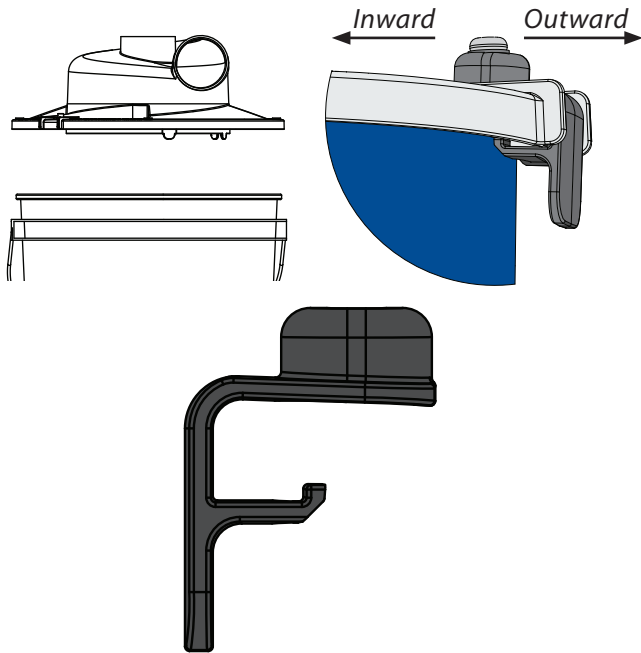

FIG. 3
3. Simultaneously pull the Latches (C3) outward and snap the Low-Pro assembly firmly down onto your bucket so that the gasket is compressed. Then push the Latches inward and ensure that they are under the lip of the bucket [FIG. 3]. The latch Screw (C1) can be adjusted to better tighten the latches to the lip of the bucket.
4. Connect the Low-Pro's (A) top outlet port to your vacuum with Hose (D) and Elbow (E) as shown in [FIG. 3].
Connect the Low-Pro's side inlet port to your tool with your vacuum's hose [FIG. 3].
3. Simultáneamente, tire de los pestillos (C3) hacia afuera y encaje firmemente el conjunto Low-Pro en su balde para que la junta quede comprimida. Luego empuje los pestillos hacia adentro y asegúrese de que estén debajo del borde del balde [FIG. 3]. El tornillo del pestillo (C1) se puede ajustar para apretar mejor los pestillos al borde del cucharón.
Conecte el puerto de entrada lateral de Low-Pro a su herramienta con su manguera de aspiradora [FIG. 3].